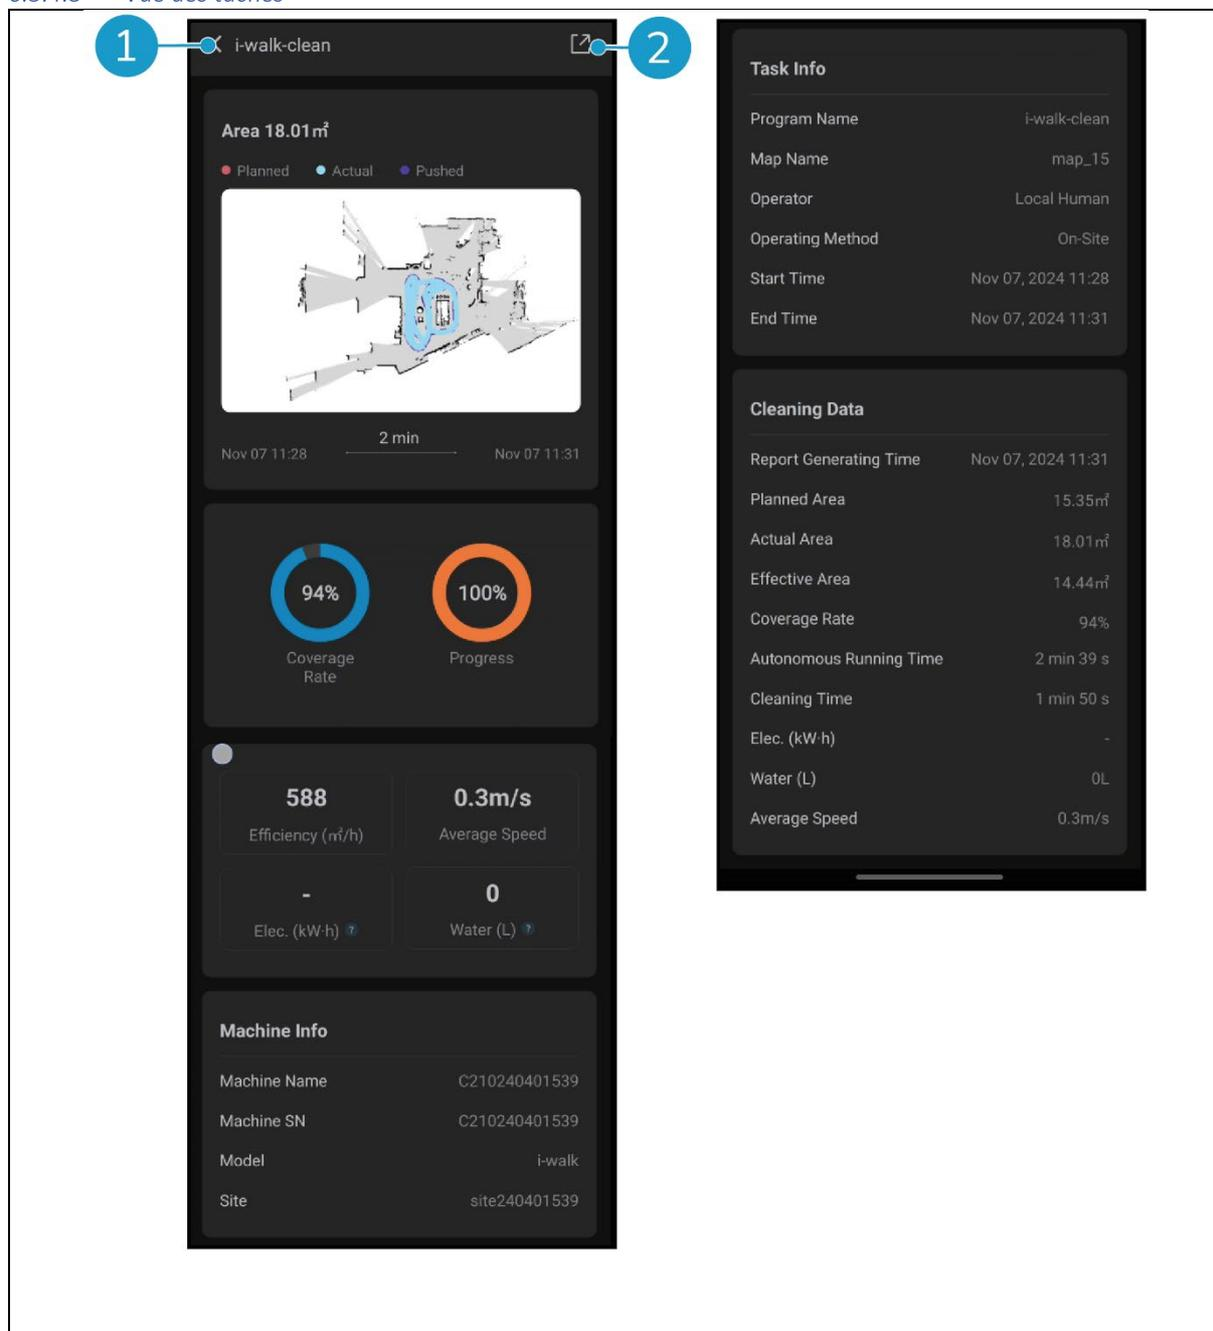

Figure 35
- Appuyez sur le bouton Partager (Figure 35, pos. 2) pour partager ou exporter les informations relatives à la tâche de nettoyage.